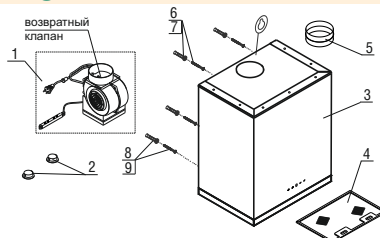

рис. 3
- проверьте соединение пластикового воздуховода с горловиной вентилятора и соединителем (поз.8, рис.3);